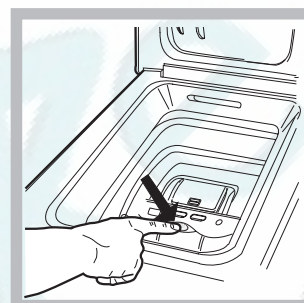

рис. 2
Нажмите кнопку, показанную на рис. 2, крышка барабана плавно откроется.
- E) ОКОНЧАТЕЛЬНЫЙ ОСТАНОВ БАРАБАНА (рис. 2):**